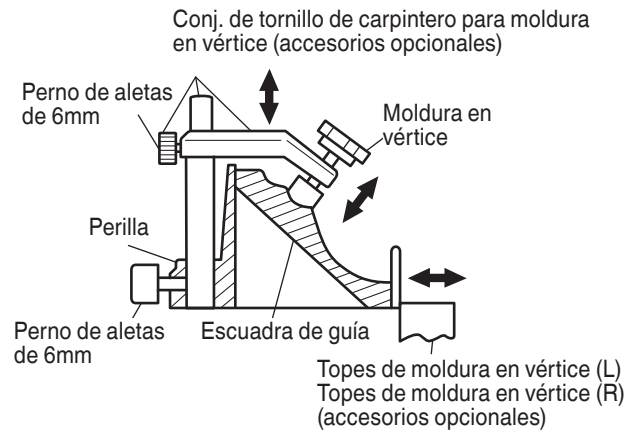

Fig. 24-b
- (1) Las topes de moldura en vértice (L) y (R) (accesorios opcionales) permiten facilitar los cortes de la moldura en vértice, sin inclinar la hoja de sierra. Instálelas en ambos lados de la base, tal como se muestra en la Fig. 24-a. Después de la inserción, apriete el perno de perilla de 6mm para asegurar los topes de moldura en vértice.